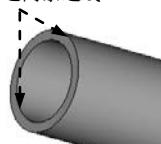

图 5.21.5 选择圆角边线
Step3. 重新选取圆角选项。在系统弹出的图 5.21.3 所示的操控板中，单击 **集** 按钮；在“集”界面的参照栏中右击，从弹出的快捷菜单中选择 **添加集** 命令（图 5.21.4）；按住 Ctrl 键，依次选取图 5.21.5 所示的瓶口的两条边线；在半径栏中输入圆角半径值 0.6，按 Enter 键。